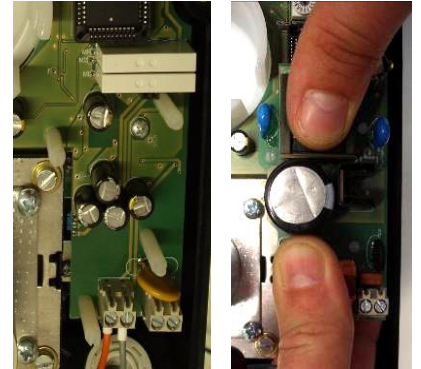

Abb. 4
- Bei Comfort 230 Abstandsbolzen für das Netzteil platzieren und Netzteil montieren. Dabei die Hauptplatine festhalten damit sich diese nicht verformt und darauf achten, dass die Kontakte in der Stiftleiste einrasten (Abb. 4)